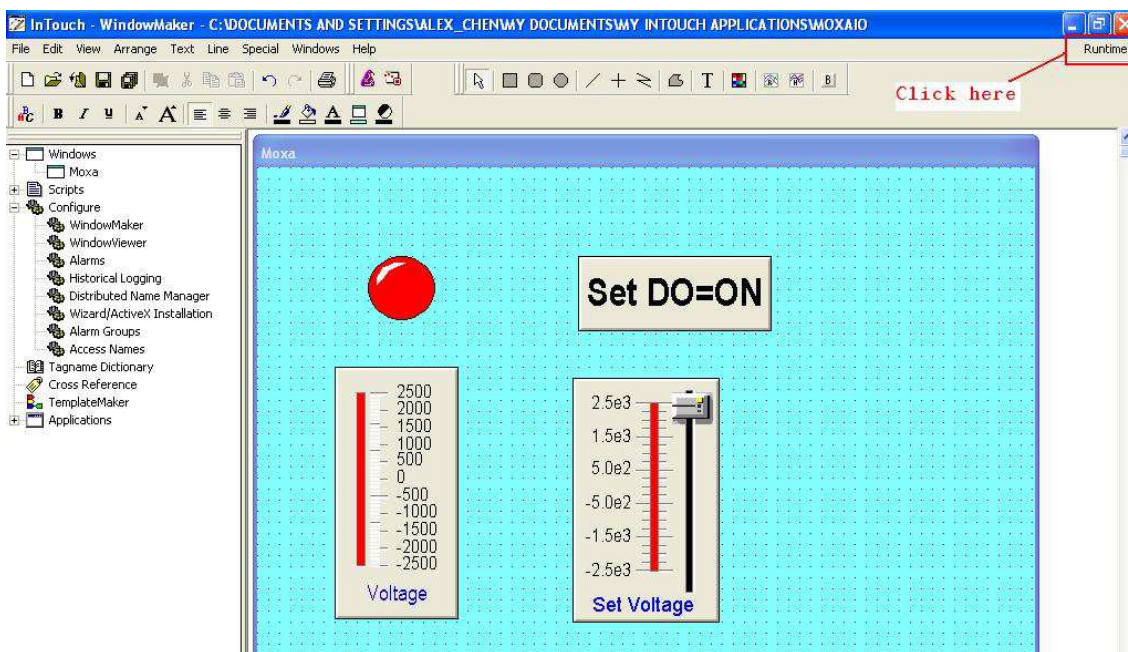
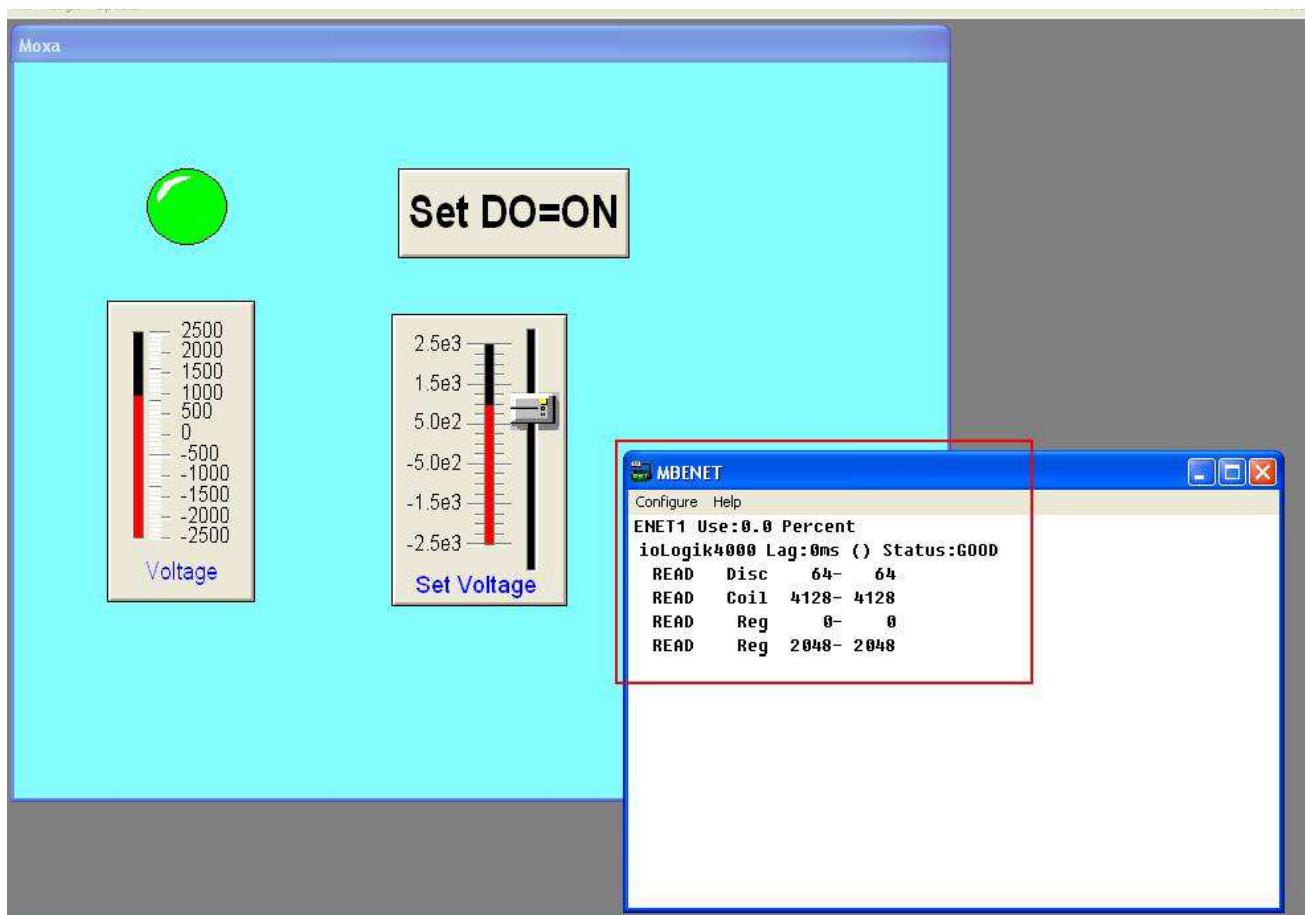

Рис. 25
Рис. 26
2.11 После завершения настройки приложения, нажмите **Runtime** для его запуска (Рис.25). После запуска вы увидите работы устройства ввода/вывода. Кроме этого будет отражаться статус соединения между MBENET server и ioLogik 4000 (Рис.26).